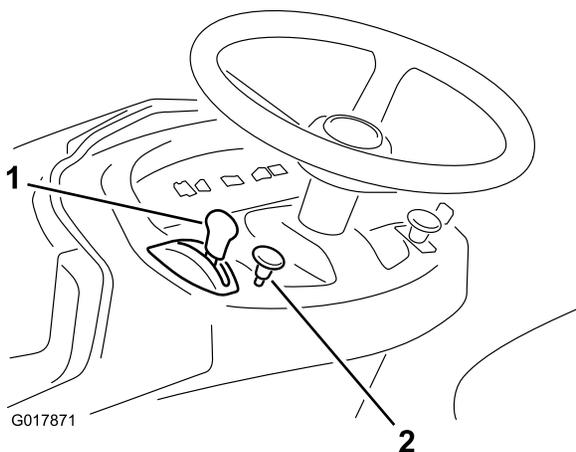

Bild 9
6. Ziehen Sie das Chokeyhandrad heraus, wenn Sie einen kalten Motor anlassen (Bild 9).
8. Schieben Sie den Gasbedienungshebel langsam auf Schnell (Hase) (Bild 9), sobald der Motor angesprungen ist.
1. Stellen Sie den Gasbedienungshebel auf Langsam (Bild 9).